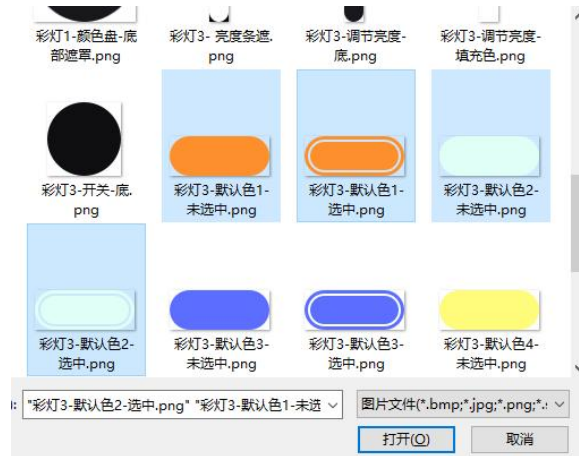

图 7-5 添加图库
2. 添加 UI：假设添加 4 张图片，如图 7-5 所示；